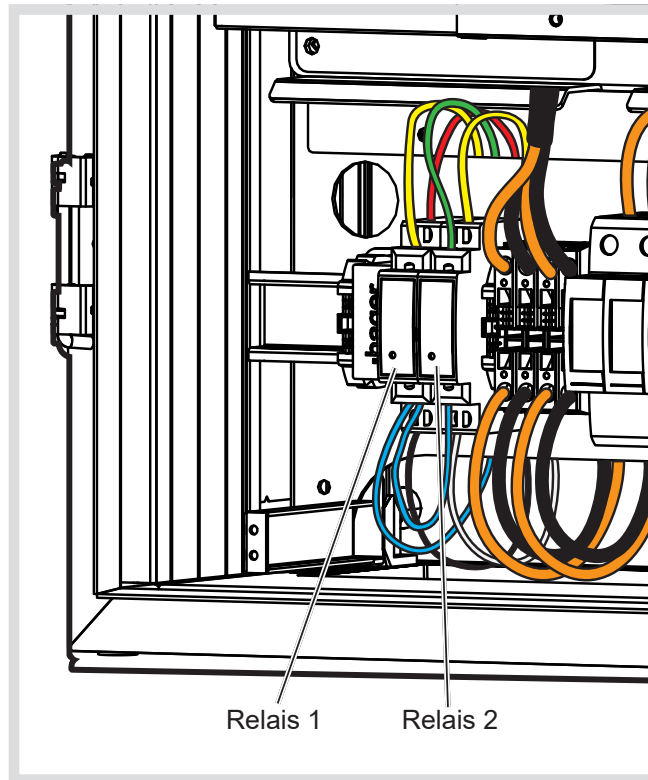

Bild 33: SG Ready-Relais im Hauptanschlussbereich
- Die 2 SG Ready-Relais EN145 des SG Ready-Erweiterungssets XEM250 an der vorgegeben Stelle (Bild 33) auf die Hutschiene im Hauptanschlussbereich aufsnappen.
- Blaue Ader aus dem grauen Kabel von der Batteriesteuerung an die A2 Kontakte der beiden Relais anschließen (Bild 33).